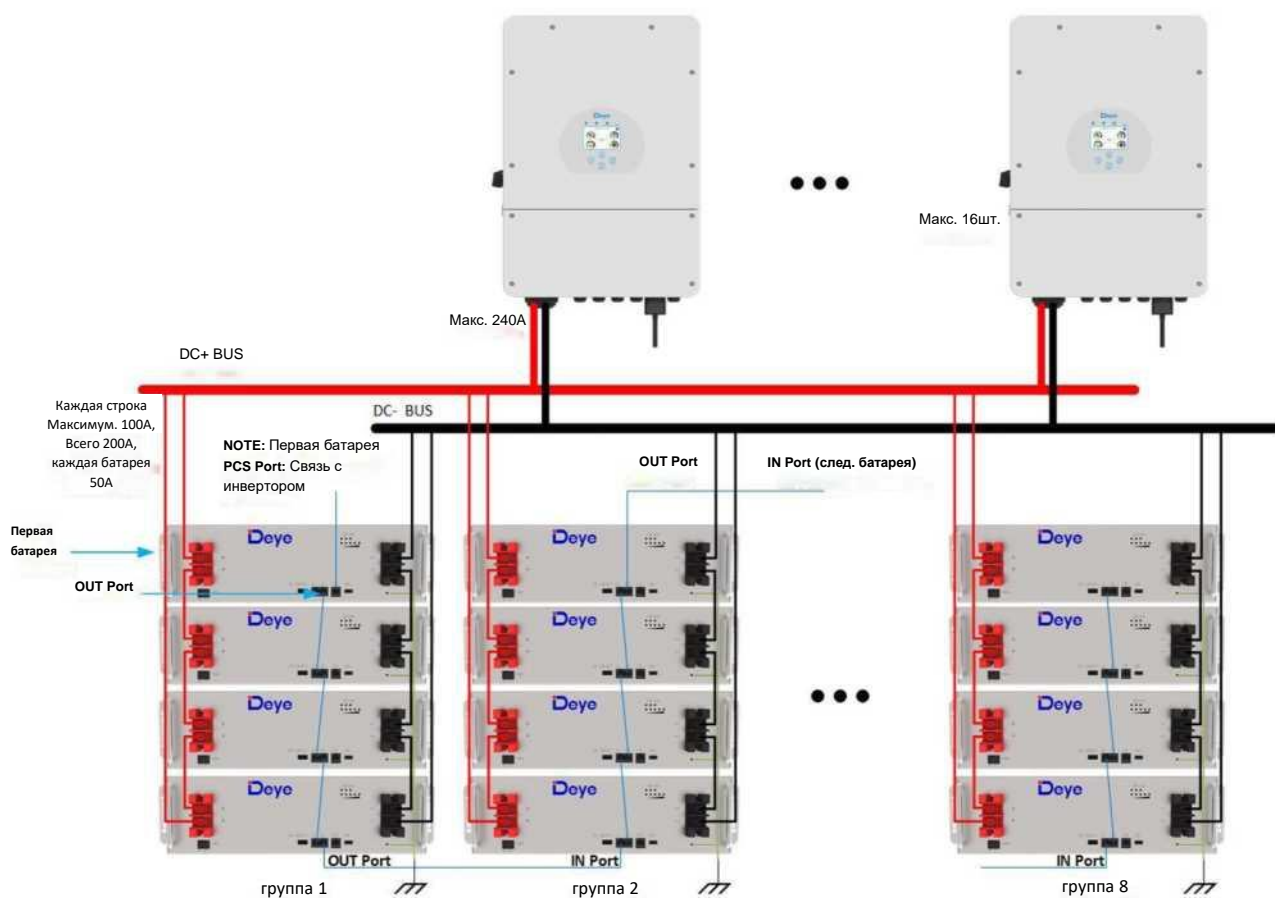

Рисунок 5-4: Подключение нескольких батарей
5.2.1. Как показано на рис. 5-4, следуя методу подключения кабеля одиночной батареи, подключите положительный и отрицательный силовые кабели между батареей 1 и шиной, батареей 2 и шиной и батареей N и шиной соответственно.
5.2.2. Как показано на рис. 5-4, подключите линию связи (стандартный сетевой кабель RJ45) между соседними батареями.